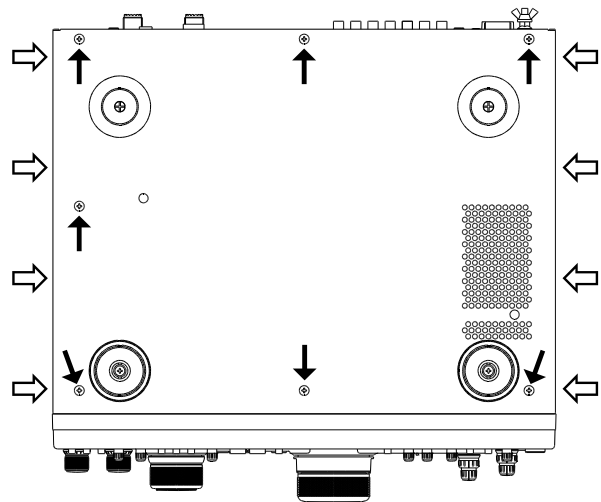

Figure 1
- En référence à la Figure 1, ôter les quatre vis (\Rightarrow) de chaque côté du transceiver et les sept (\rightarrow) qui se trouvent sur le couvercle inférieur, puis enlever le capot inférieur.
- En référence à la Figure 1, ôter les quatre vis (⇔) de chaque côté du transceiver et les sept (→) qui se trouvent sur le couvercle inférieur, puis enlever le capot inférieur.